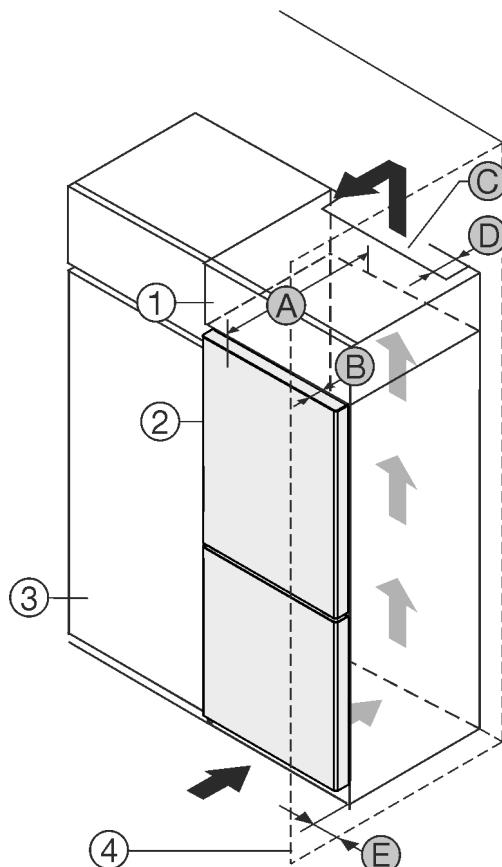

Fig. 1
Ви можете встановити пристрій безпосередньо поряд із кухонною шафою Fig. 1 (3).*
Зі зворотного боку шафи для встановлення на пристрой слід передбачити вентиляційну шафу завглишки Fig. 1 (D) на всю ширину цієї шафи.*
Слід дотримуватись вентиляційного отвору Fig. 1 (C) в стелі приміщення.*
Якщо пристрій із шарнірами встановлюється поряд зі стіною Fig. 1 (4), відстань між пристроєм і стіною повинна бути не менше 13 мм.*
Якщо пристрій із шарнірами встановлюється поряд зі стіною Fig. 1 (4), відстань між пристроєм і стіною повинна бути не менше 20 мм.*
Щоб мати можливість повністю відкривати дверцята, потрібно, щоб пристрій виступав на відстань глибини дверцят Fig. 1 (B) відносно передньої панелі кухонної шафи. Залежно від глибини кухонних шаф Fig. 1 (3) та використання пристінних розпірок пристрій може ще більше виступати вперед.*